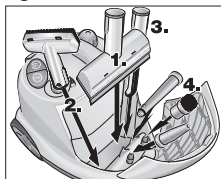

Fig. 10: Rum til tilbehør
- Læg hånddyse, vinduesdyse, punktstråledyse og smådele i rummet til tilbehør (se fig. 10).